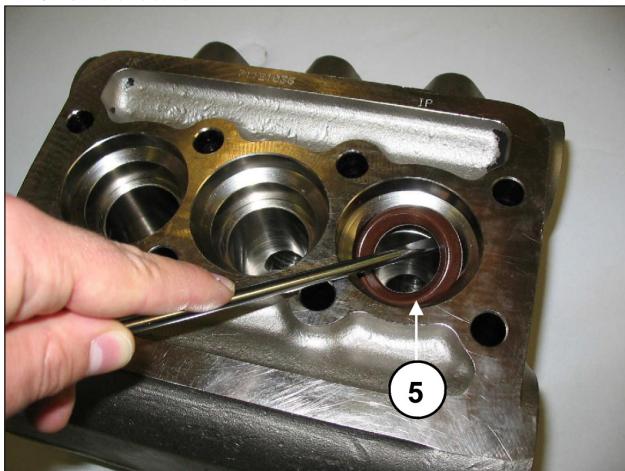

图 21
C) 使用图 21, 部件号⑤中所示的简单工具，从泵头上抽出高压密封件，从相对支架上抽出低压密封件，请注意不要损坏各自底座。